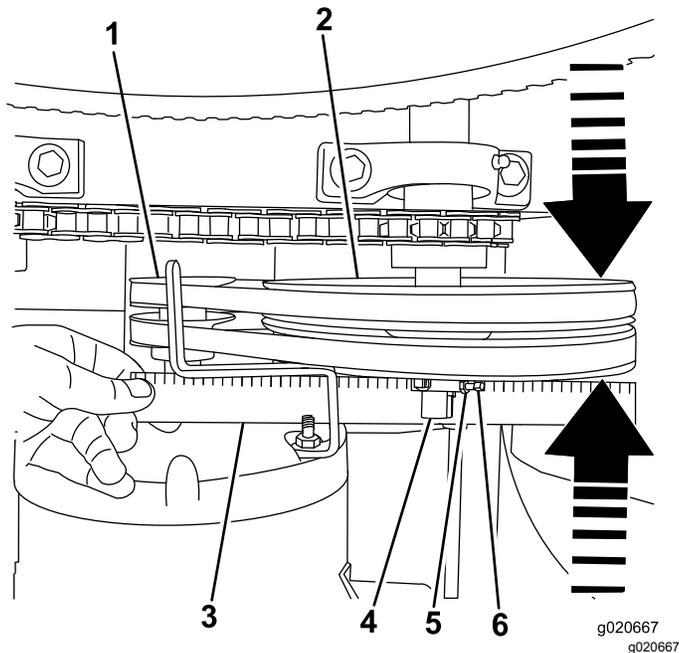

Figure 40
2. Placez une règle droite en travers de la face de la poulie de moteur et la poulie de tension (Figure 40).
- B. Desserrez les contre-écrous et les vis de maintien qui fixent la poulie de tension à l'arbre de renvoi (Figure 40).
- C. Avec une massette, tapez la poulie de tension vers l'avant ou l'arrière le long de l'arbre de renvoi jusqu'à ce que la poulie de moteur et la poulie de tension soient alignées sur la règle droite (Figure 40).
- D. Resserrez les contre-écrous et les vis de maintien qui fixent la poulie de tension à l'arbre de renvoi (Figure 40).